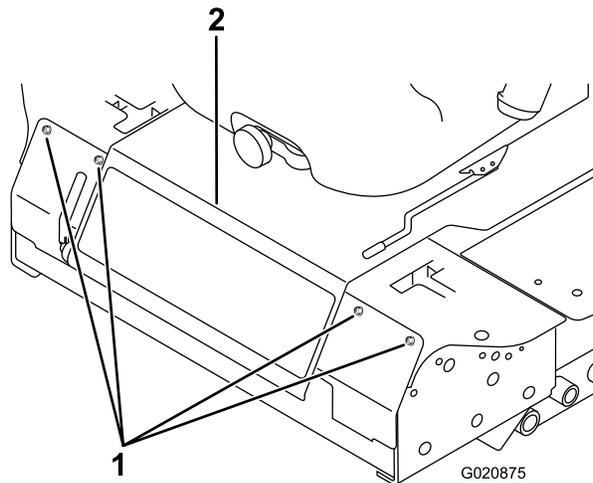

Figura 56
- Retire os parafusos que fixam o painel dianteiro e retire o painel (Figura 56).